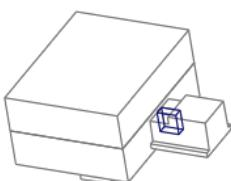
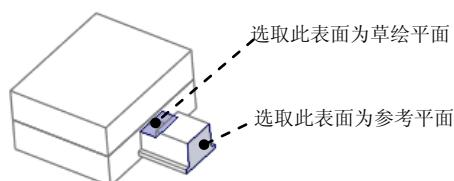
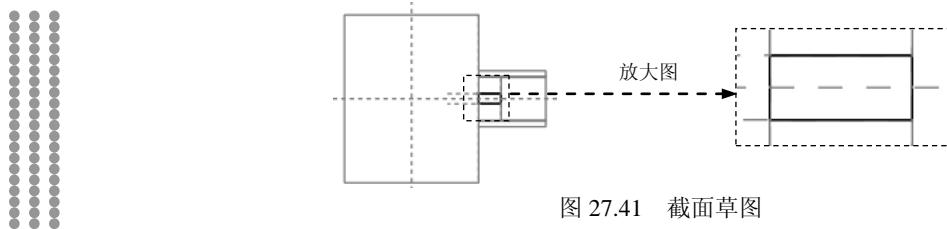

图 27.39 实体切削特征2
图 27.40 定义草绘平面
图 27.41 截面草图
Step7. 创建实体切削特征2，如图27.39所示。单击**模具**功能选项卡**形状**▼区域中的**拉伸**按钮，此时系统弹出“拉伸”操控板；在出现的操控板中，确认“实体”类型按钮被按下；在操控板界面中按下**移除材料**按钮；右击，从系统弹出的菜单中选择**定义内部草绘...**命令；选取图27.40所示的平面为草绘平面，然后选取图27.40所示的表面为参考平面，方向为**右**。单击**草绘**按钮，进入草绘环境；进入截面草绘环境后，选取MOLD_FRONT基准平面和MOLD_RIGHT基准平面为草绘参考，利用“投影”命令绘制图27.41所示的截面草图。完成特征截面的绘制后，单击“草绘”操控板中的“确定”按钮；在操控板中选取深度类型**到下一个**，再在深度文本框中输入深度值15.0，并按Enter键；在“拉伸”操控板中单击**确定**按钮，完成特征的创建。